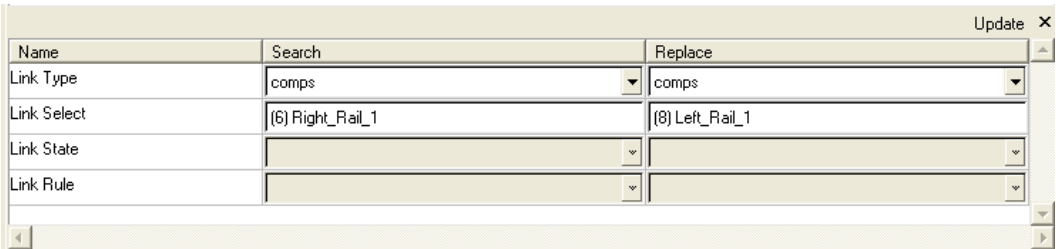

图 6-50 Link Select 设置
- (8) 在刚刚弹出的 update 窗口中，将 Search 栏下 Link Type 的设置 comps。
- (9) 单击 Search 栏下的 Link Select，打开一个 component 选择面板。如图 6-50 所示。
- (10) 单击 component，选择 component Right_Rail_1。
- (11) 单击 proceed 按钮。此时在 Connector Browser 中 Search 栏下的 Link Select 中设置为 Right_Rail_1。
- (12) 将 Replace 栏下 Link Type 的设置 comps。
- (13) 单击 Replace 栏下的 Link Select，打开一个 component 选择面板。
- (14) 单击 component，选择 component Left_Rail_1。
- (15) 单击 proceed 按钮。此时在 Connector Browser 中，Replace 栏下的 Link Select 中设置为 Left_Rail_1，如图 6-50 所示。